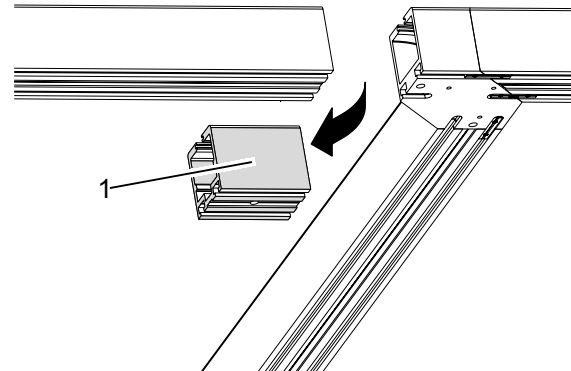

Abb. 9: Revisionsstück entnehmen
1. Revisionsstück (Abb. 9/1) entnehmen.
1. Falls noch nicht geschehen, Revisionsstück (Abb. 9/1) entnehmen.